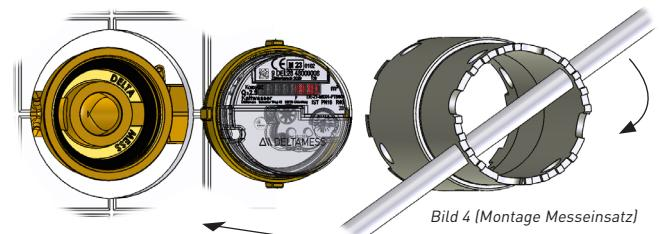

Bild 4 [Montage Messeinsatz]
- Messeinsatz mit DELTAMESS-Montageschlüssel fest (max. 80 Nm) in die Vormontage einschrauben (*Bild 4*).